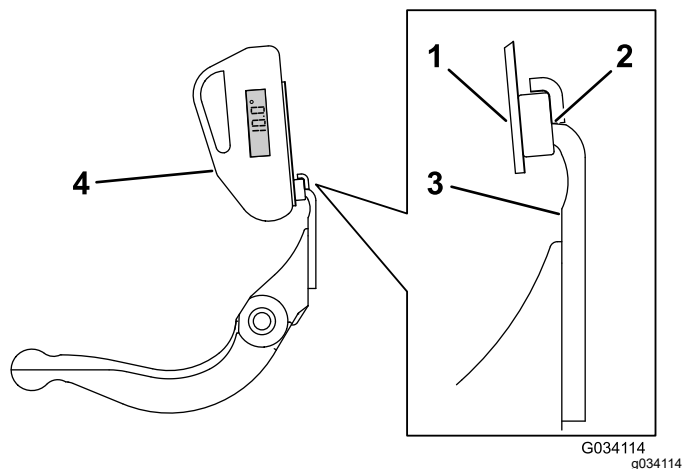

Рисунок 24
3. Установите крепление индикатора угла на кромке неподвижного ножа так, чтобы кромка магнита совпала с кромкой неподвижного ножа (Рисунок 24).
4. Установите индикатор угла на крепление, как показано на Рисунок 24.